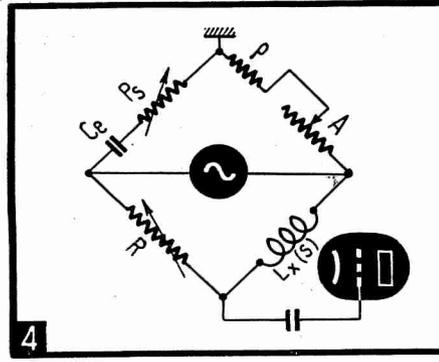

Fig. 4. — Pont de Hay.
4.1. — DETERMINATION DES ELEMENTS EN PONT DE HAY. — Le schéma réalisé est représenté par la figure 4. On voit que les branches résistives X et B sont remplacées par des impédances constituées d'une part par Ce et Ps, et par Lx, d'autre part.